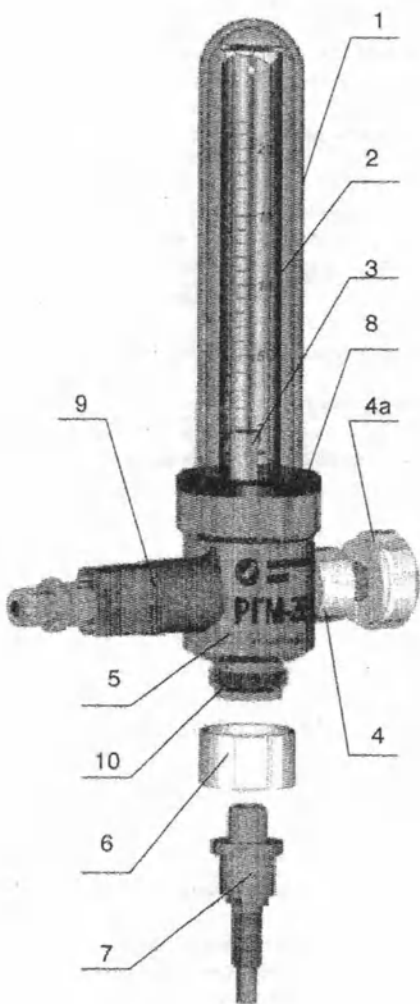

Рис. 1
1.2. В связи с дальнейшим техническим совершенствованием расходомеров, их конструкция может несколько отличаться от конструктивного исполнения, приведенного на рис.1 и 2
в исполнении на рис.1: Ø35 x 110 x 180 мм
Размеры даны без учета длины сменного выходного штуцера поз.7 (см. рис.1).
- сменный выходной штуцер поз.7 (см. рис.1),
- ГАКЕ 64.00.00 - с прямым включением в систему клапанную ГАКЕ 55.00.00; общий вид приведен на рис.1;
5.5. Расходомер комплектуется в зависимости от типа подключаемой дыхательной аппаратуры сменными выходными штекерами поз.7 различной конструкции (на рис.1 показан один из таких штекеров - "елочка").